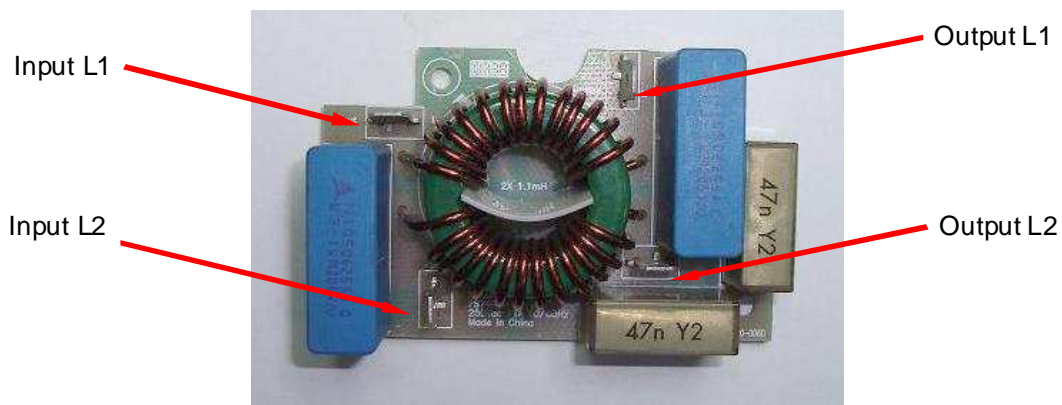

Рис. 4.10. Диагностика платы ЭМИ фильтра
4.8.2. Произвести визуальный осмотр платы. В случае обнаружения повреждённых элементов или перегоревших печатных проводников плата подлежит замене. Проверить мультиметром цепи по табл. 4.2 и рис. 4.10. В случае несоответствия показаний прибора значениям таблицы 4.2, плата ЭМИ-фильтра подлежит замене согласно п. 5.6.